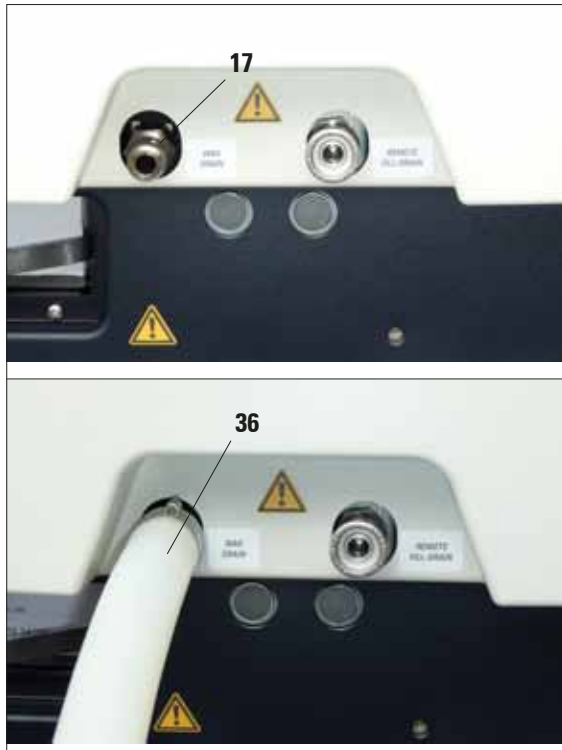

Fig. 55
- Brancher le conduit d'évacuation de la paraffine (36) sur le raccord (17) d'évacuation de la paraffine situé sur la face avant de l'instrument (fig. 55) et placer l'autre extrémité dans un bidon de collecte.